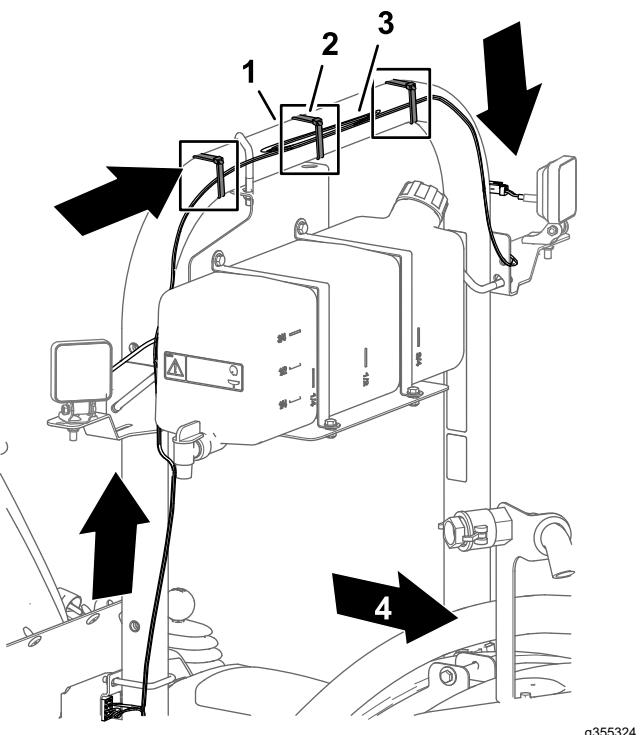
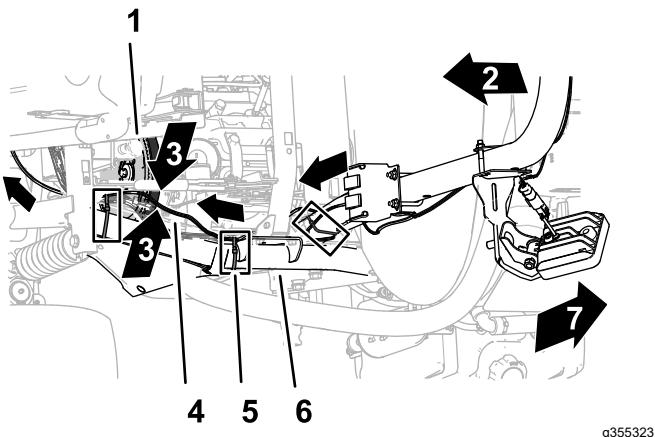
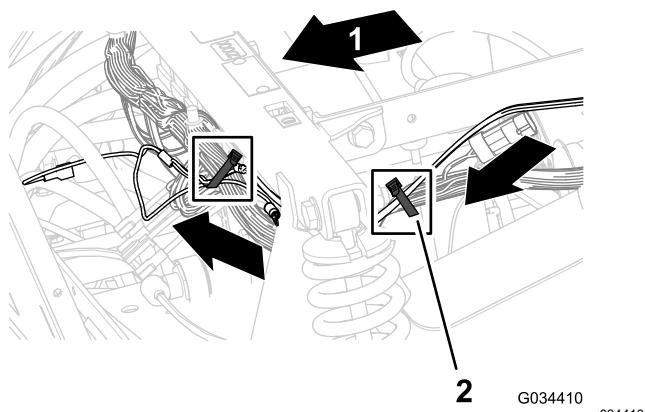

Figura 10
Figura 11
Figura 12
- Negli interruttori, disponete la diramazione del cablaggio preassemblato con il connettore a 2 prese verso l'alto e trasversalmente sulla parte posteriore del tubo del ROPS orizzontale, come illustrato nella Figura 10.
Nota: Legate insieme il cablaggio in eccesso nella parte centrale del ROPS, e fissate il fascio del cablaggio con una fascetta per cavi come illustrato nella Figura 10.
- Negli interruttori delle luci, disponete la diramazione del cablaggio preassemblato con il morsetto a presa e il morsetto ad anello verso il basso e in avanti come illustrato nella Figura 11 e nella Figura 12.
al cablaggio preassemblato della macchina con fascette per cavi, come illustrato nella Figura 10, Figura 11 e Figura 12.
Nota: Legate insieme il cablaggio in eccesso all'altezza del tubo del telaio anteriore superiore, e fissate il fascio del cablaggio con una fascetta per cavi come illustrato nella Figura 11.